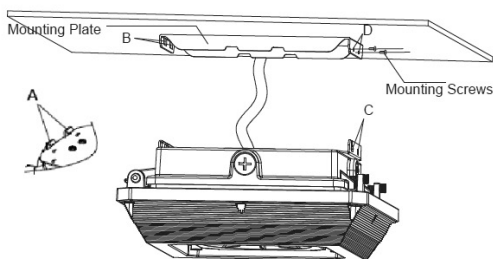

Figure 3-3
3. Thread the fixture wires through the mounting plate and connect with supply power wires (L/N/G). Hang the hook A in hole B; hang the hole C in hole D, and secure with mounting screws. Figure 3-3
3. Enfiler les fils du luminaire dans la plaque de montage et les connecter aux fils d'alimentation (L/N/G). Suspendre le crochet A dans le trou B; suspendre le trou C dans le trou D et le Fixez avec les vis de montage. Figure 3-3